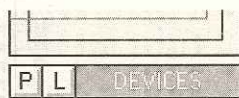
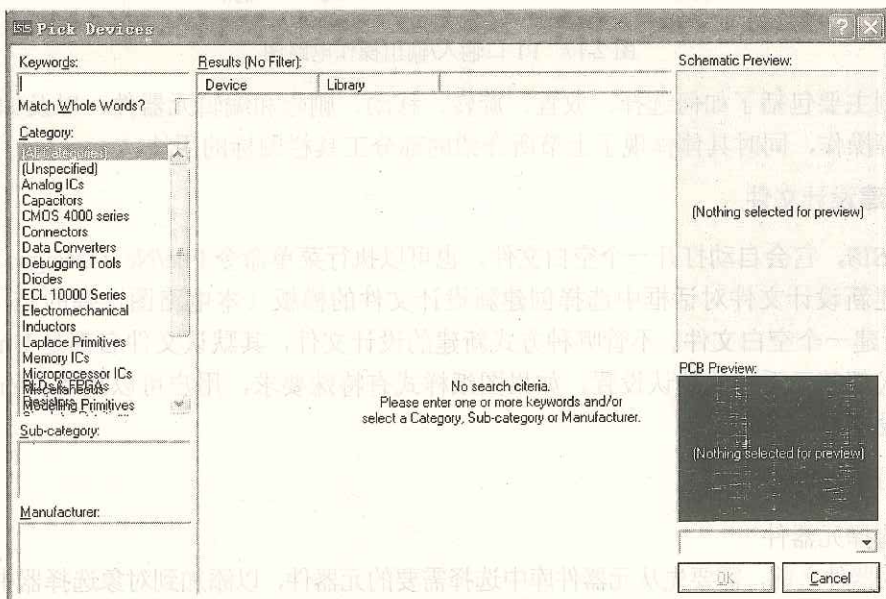

图 2-19 对象选择器中的 P 按钮
图 2-20 选择元器件对话框
① 选择主模式图标工具栏中的  图标,并选择如图 2-19 所示对象选择器中的 P 按钮,出现如图 2-20 所示的选择元器件对话框。
另外, 直接单击编辑工具栏上的  按钮, 或者使用快捷键, ISIS 系统默认快捷键为 P (表示 Pick), 同样会直接出现图 2-20 所示的选择元器件对话框。
② 因为已经知道了 AT89C51 所在的元件库, 所以直接在选择元器件对话框中的 Category 栏中选择 Microprocessor ICS 库, 从图 2-20 的 Results 窗口中选择 AT89C51, 单击 OK 按钮, 或直接双击 AT89C51, 即把该元件添加到了对象选择器中。